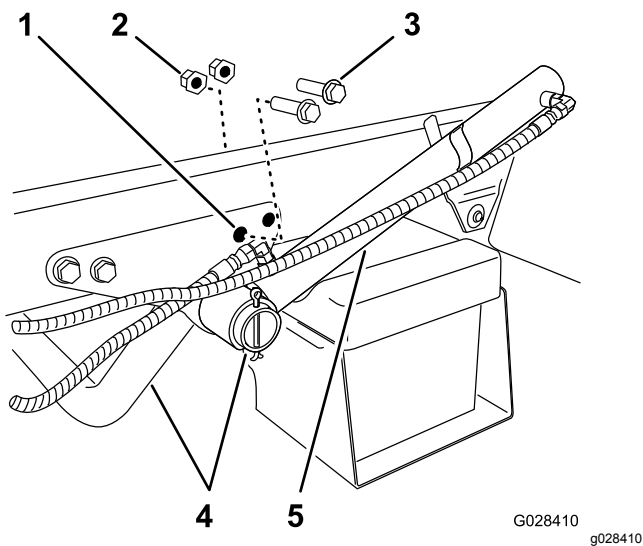

Figura 8
1. Retire los dos pernos con arandela prensada traseros y las dos contratuercas con arandela prensada que sujetan el soporte de sujeción del tubo del motor al bastidor de la máquina (*Figura 8*).
2. Gire el cilindro de elevación hasta obtener el espacio necesario para instalar el soporte de sujeción del patín del depósito (Figura 8).